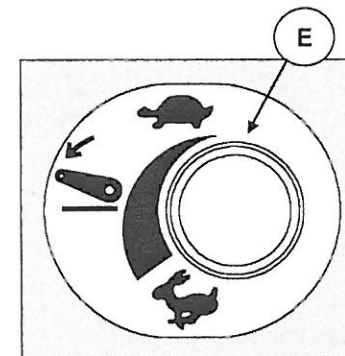

Abb. 11
E. KNOPF ZUR REGULIERUNG DER ABSENKGESCHWINDIGKEIT (SENKDRUSSEL) (Abb. 11)